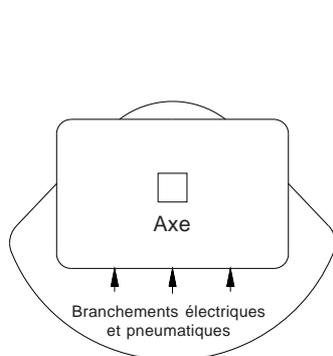
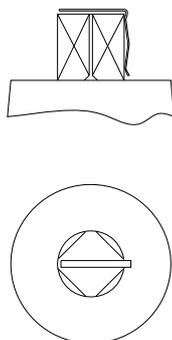

FIGURE 1 : Position à mi-course de l'axe de l'actionneur
FIGURE 2 : Position de la tige anti-jeu sur les modèles 07_ à 15_
- 2.4 Placer la plaque de maintien (fournie par KINETROL) sur l'axe du ressort (fig.1).
- 4.1 Placer la palette de l'actionneur à mi-course avec la sortie d'axe carrée comme sur la figure 1 (page 3). Cela permettra d'éviter toute erreur dans l'orientation de l'axe du positionneur.
- 4.2 Fixer le boîtier du positionneur sur l'actionneur selon l'orientation indiquée en figure 1 en vérifiant que les 2 joints toriques sont à leur place pour l'étanchéité des conduits pneumatiques et que l'axe de l'actionneur est centré dans son orifice. Sur les modèles 07_ à 15_, placer la tige anti-jeu sur le carré de sortie de l'actionneur (voir figure 2, page 3).